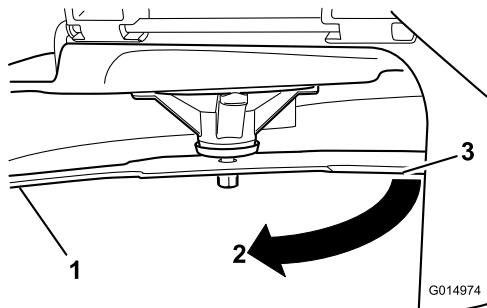

Figure 104
3. Seconde distance mesurée entre la lame et la surface (B)
4. Tournez la même lame de 180 degrés pour amener l'autre tranchant à la même position (Figure 104).